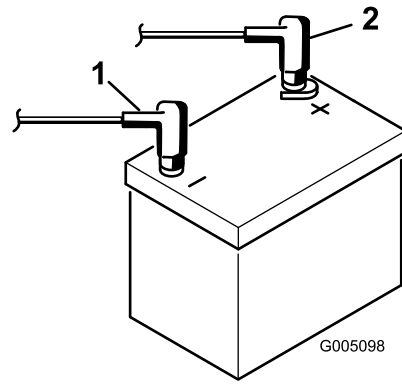

图7
- 使用螺栓和螺母将正极（红色）接线连接到正极（+）电池端子，负极（黑色）接线连接到负极（-）电池端子（图7）。将橡皮套滑动到正极电池端子上，防止可能发生的短路情况。